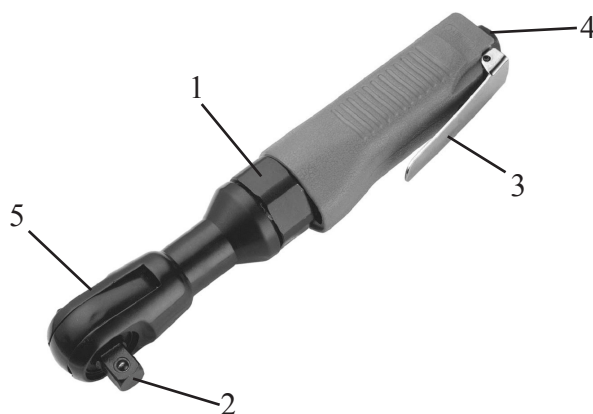

Рис. 1
6.5 Включение и выключение трещётки осуществляется нажатием выключателя (поз. 3 рис. 1). Следует помнить, что после того, как вы отпустите выключатель, вращение шпинделя будет осуществляться ещё несколько секунд.
6.6 Реверс. Установите переключатель направления вращения 5 (рис.1) в необходимую позицию: